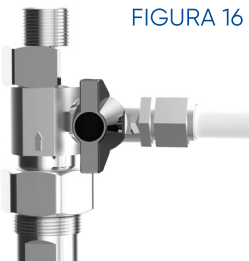

FIGURA 16
1. Cierra el adaptador de toma de agua girando la manija para que quede perpendicular con la manguera blanca de PE (Figura 16).